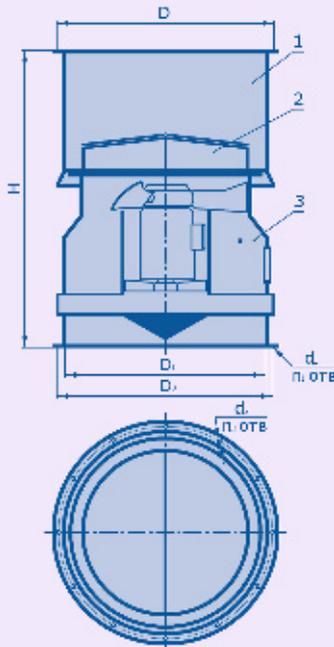

Рис. 4
Вентилятор Аксипал крышный FTDB-R (рис.4) имеет в своем составе вентилятор Аксипал осевой FTDB, клапан (2) и колпак (1).